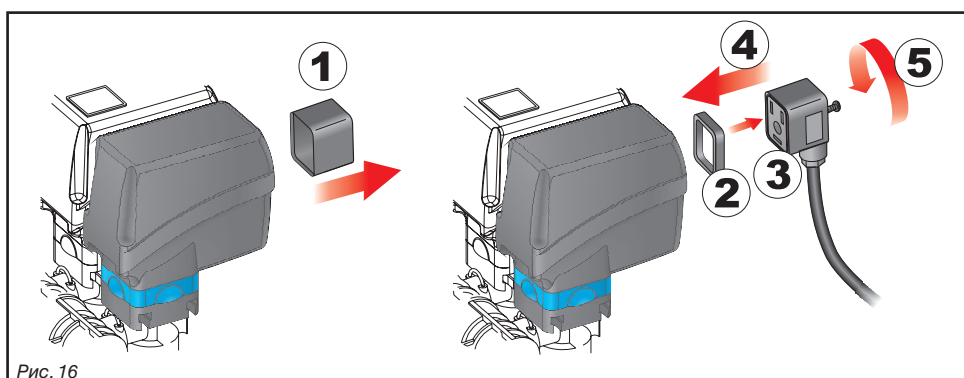

Рис. 16
- До начала соединения необходимо надеть на все соединительные разъемы клапанов уплотнительную прокладку (Рис. 16).
- Снимите защитный колпак (1, Рис. 16) с электрического клапана.
- Расположите прокладку (2) в разъем (3), а после этого соедините разъем, надавливая на него до упора (4): будьте осторожны при вставке разъема, чтобы не сломать электрические контакты клапана.
- Заверните до упора винты (5).